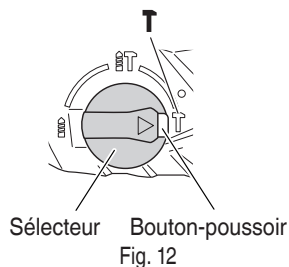

Fig. 12
Le foret de cette perceuse peut être mis en mode de percussion uniquement en appuyant sur le bouton presseur et en tournant le sélecteur sur le repère **T**. (Fig. 12)
- (3) Tourner le sélecteur sur le repère **T**. (Fig. 12)